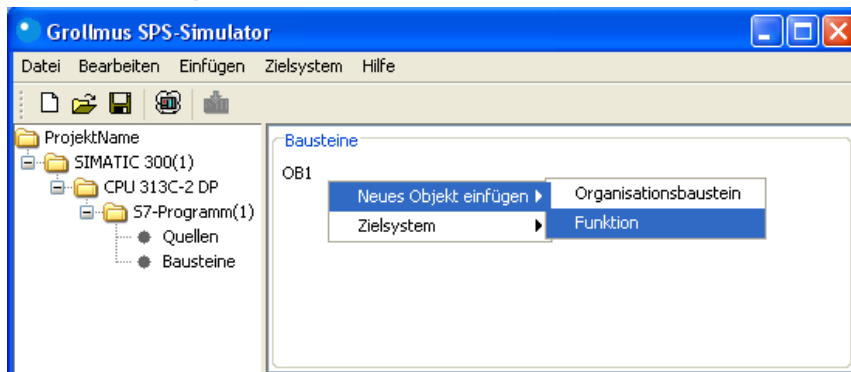

Abbildung 3: Anlegen einer Funktion über Kontextmenü
- Über das Kontextmenü der Liste welche die Bausteine anzeigt. (siehe Abbildung 3)